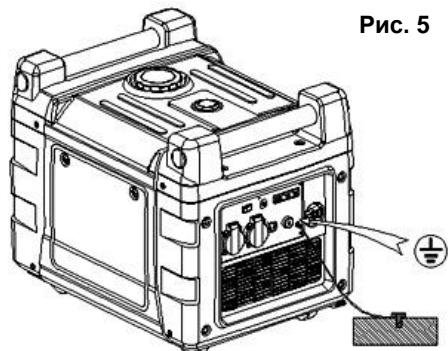

Рис. 5
- Соедините клемму заземления на панели управления генератора с заземлителем (См. Рис.5). Для соединения используется провод, сечением не менее 1,5 мм².